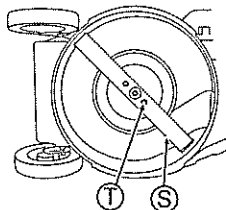

Fig. 34
3 Vérifiez que les Boulons de montage de la lame (T) sont bien serrés au couple de torsion spécifié. (Voir Fig. 34)
4 Vérifiez que les Boulons de montage de la lame (T) sont bien serrés au couple de torsion spécifié. (Voir Fig. 34)